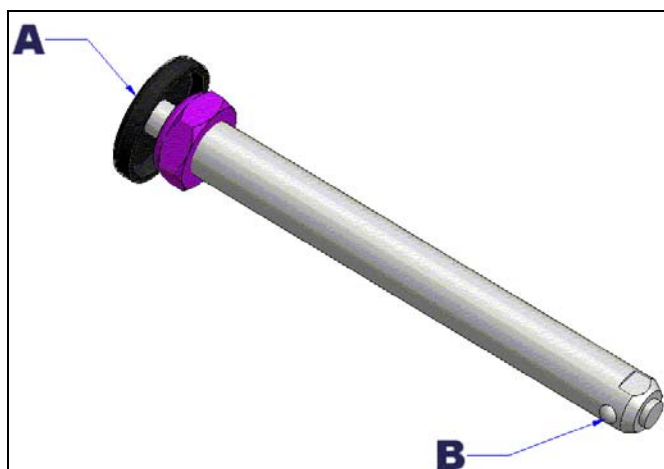

Figure 13 : Essieu à dégageur rapide.
- Maintenir le bouton (A) appuyé et tirer la roue vers vous en la prenant par le centre (voir; figure 13) ;